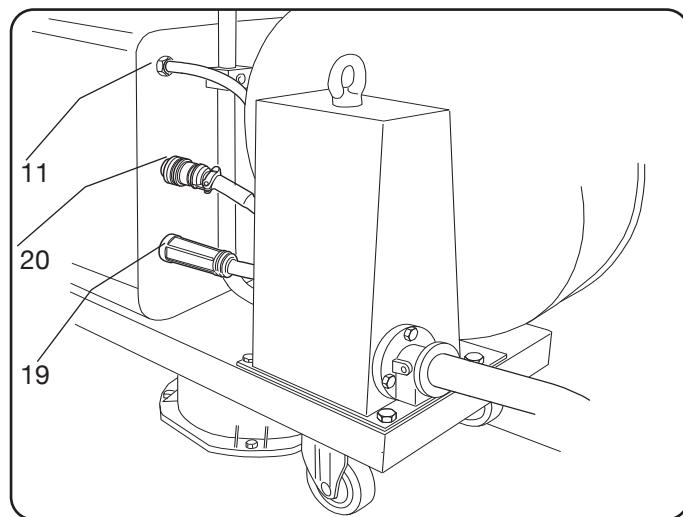

Abb. 5
- ♦ Beim Anordnen der Zwischenverbindung darauf achten, dass sich keine Spirale bildet, um induktive Störungen beim Schweißen zu vermeiden. Das andere Ende der Zwischenverbindung BA an das Drahtvorschubgerät anschließen (siehe Abb. 5).